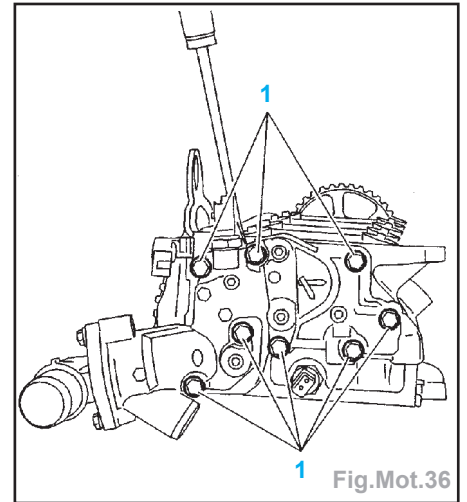

Fig.Mot.36
- Déposer le boîtier de sortie d'eau (vis 1) (Fig.Mot.36).